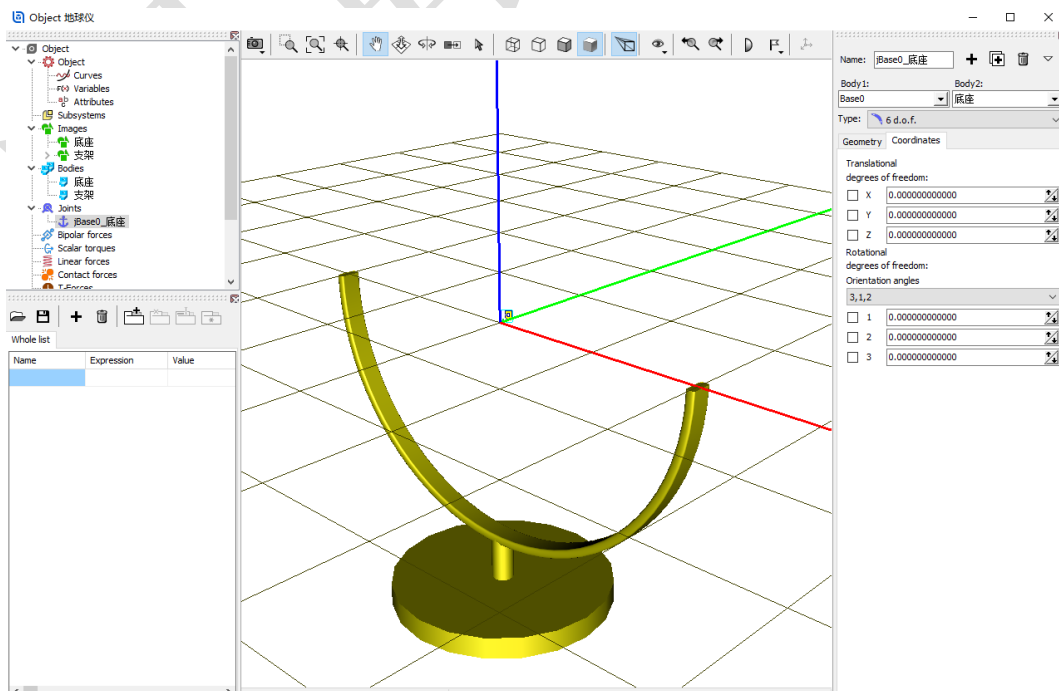

图 2-21
- 6) 选中左侧模型树中的 **Joints**，右侧交互界面默认显示较 **jBase0_底座** 的参数，如图 2-21，然后在交互界面点击按钮 **+**。